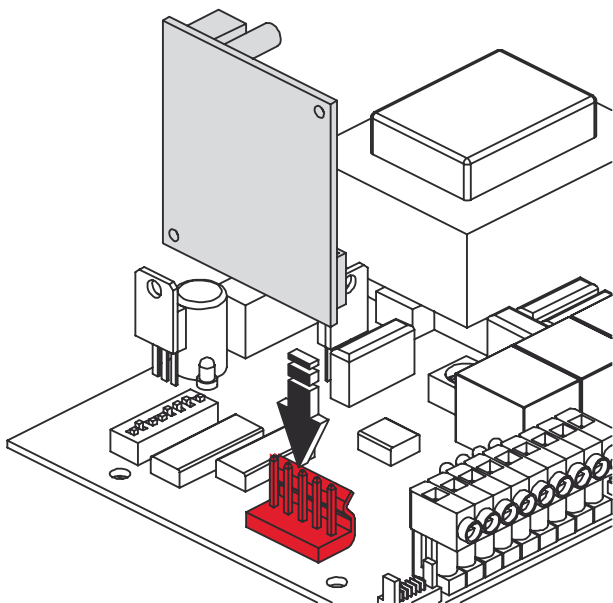

Fig. 4
6. INSERIMENTO SCHEDA RICEVITORE PER RADIOCOMANDO (Fig. 4)	pag.4